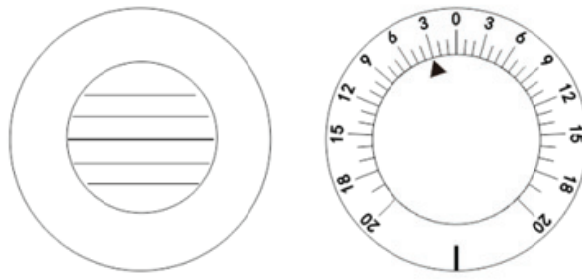

Figure 47
une. Effectuez d'abord une mesure de la phorie horizontale. Procédez selon (1) la méthode du prisme rotatif décrite dans 6.8.5 Test d'équilibre binoculaire. Tourner le bouton de rotation de l'objectif auxiliaire ②, et placez l'œil droit sur MRRH (Fig.44). Tourner le bouton de rotation du prisme ① avec son réglage 0 sur le symbole du triangle face à l'œil gauche. Allumez une petite lampe de fixation à l'endroit où la carte est projetée. Maintenant, l'œil droit du teste peut voir une ligne verticale rouge (voir Fig.45 a), et son œil gauche peut voir une tache lumineuse (voir Fig.45 b). Ce sont probablement (a) ou (b) de la Fig.46. Le point lumineux se déplacera également lorsque le bouton de rotation du prisme ① est tourné. Demandez ensuite au patient de dire quand il voit l'image montrée sur la Fig.46 b. Le résultat du test est illustré à la Fig.47. L'échelle de rotation du prisme est indiquée par 2. Le résultat de 2ΔI (base vers l'intérieur) correspond à une inclinaison de